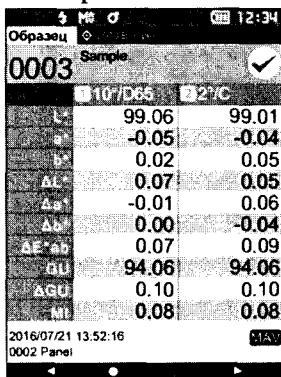
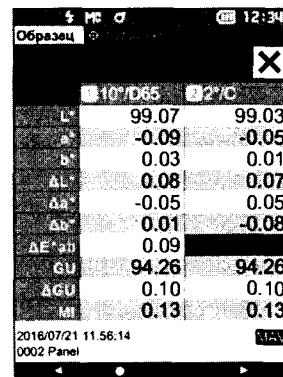

Рисунок 46
Рисунок 47
8.4.1.4.1 Нажмите клавишу , чтобы открыть экран «Образец» (рисунок 46). Наведите отверстие измерения образцов на измеряемую меру из набора отражающих мер координат цвета и координат цветности. Не допускайте сползания или перекоса. Нажмите на кнопку измерения. Выполняется измерение координат цвета и координат цветности, результаты которого выводятся на экран (рисунок 47). Номера данных мер присваиваются автоматически по порядку измерений.
8.4.1.6 Нажмите клавишу **[Ф/М]**, чтобы открыть экран «Образец» (рисунок 46). Наведите отверстие измерения образцов спектрофотометра на измеряемую меру из набора образцовых мер НО-5. Не допускайте сползания или перекоса. Нажмите на кнопку измерения. Выполняется измерение блеска, результаты которого выводятся на экран (рисунок 46). Номера данных мер присваиваются автоматически по порядку измерений. Провести измерения блеска каждой меры из набора образцовых мер НО-5 по 5 раз.